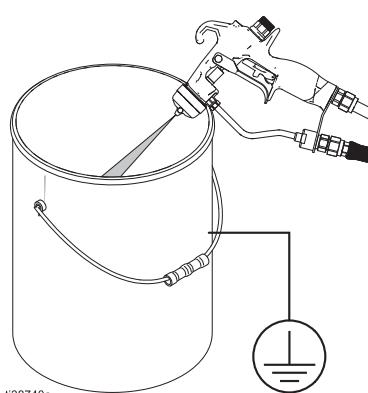

图 11：释放喷枪压力
5. 将喷枪的金属部分紧紧靠在接地的金属料桶上。扣动喷枪扳机以释放压力。参见图 11。